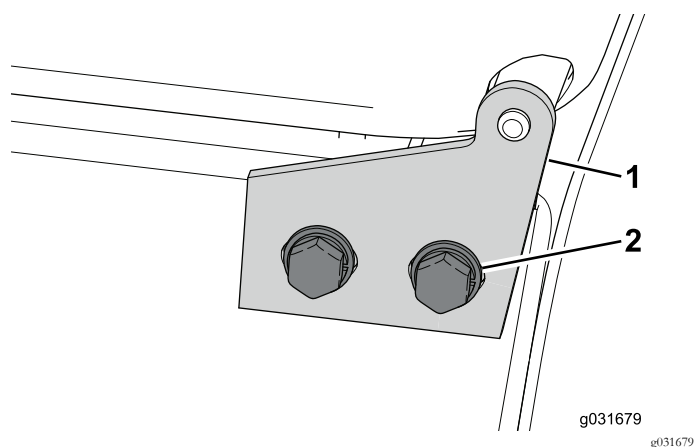

図 54
1. フードを蝶番に固定しているボルト4本を外す 図 54。